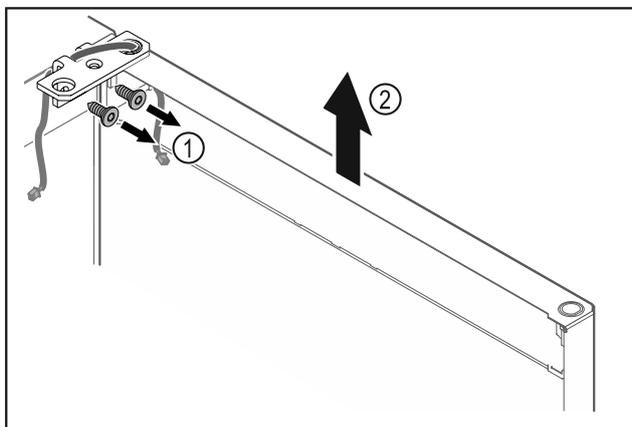

Fig. 15
- ▶ Развинтете ъгъла на пантата Fig. 15 (1).
- ▶ Повдигнете вратата заедно с ъгъла на пантата Fig. 15 (2) приблизително 200 mm право нагоре и я свалете.